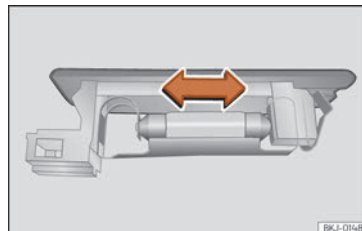

Fig. 66 Luz del maletero.
- Presione la lámpara lateralmente y extráigala del alojamiento »» fig. 66.